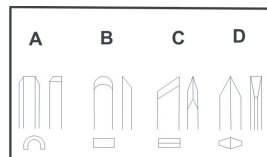

рис. 3
3.3.3 Виды применяемых резцов (в комплект поставки не входят) рис.3: